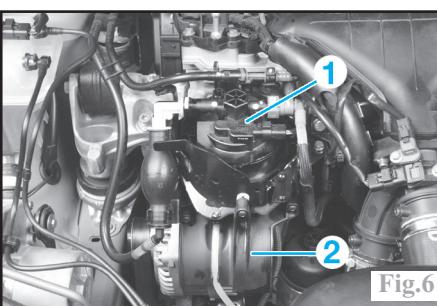
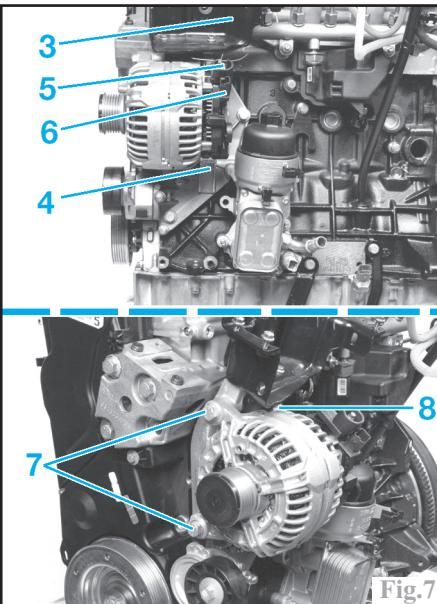

Fig.6
Fig.7
- le filtre à gazole (1) (Fig.6) (voir opération concernée au chapitre "Moteur").
- le protège alternateur (2).
- le support filtre à gazole (3) (Fig.7).